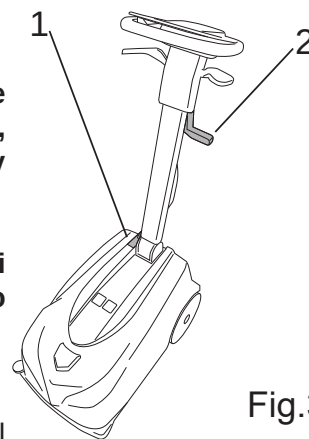

Fig.3
- Apague la máquina con el interruptor general (Fig. 3-Ref. 1).
- Levante el secador de suelo con la palanca (Fig. 3-Ref. 2).